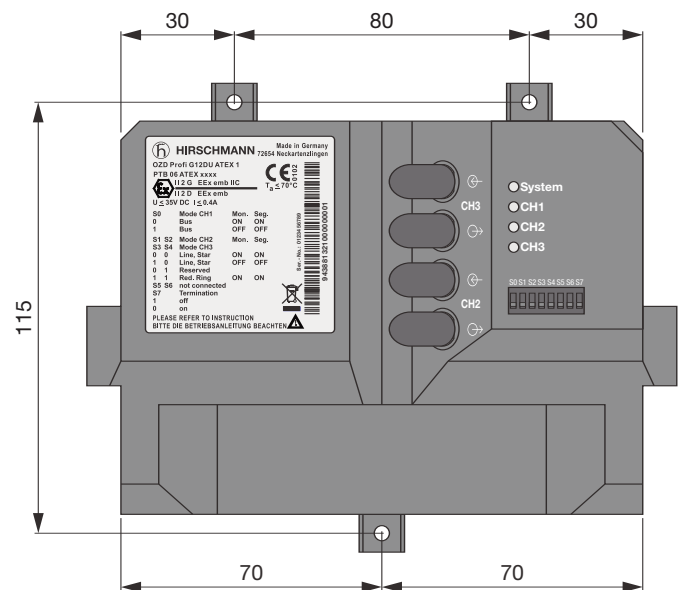

Abb. 14: Bohrmaße OZD Profi G12DU ATEX 1
- ▶ Versetzen Sie die Montageplatte mit drei Bohrungen entsprechend den Bohrmaßen in Abbildung 14.